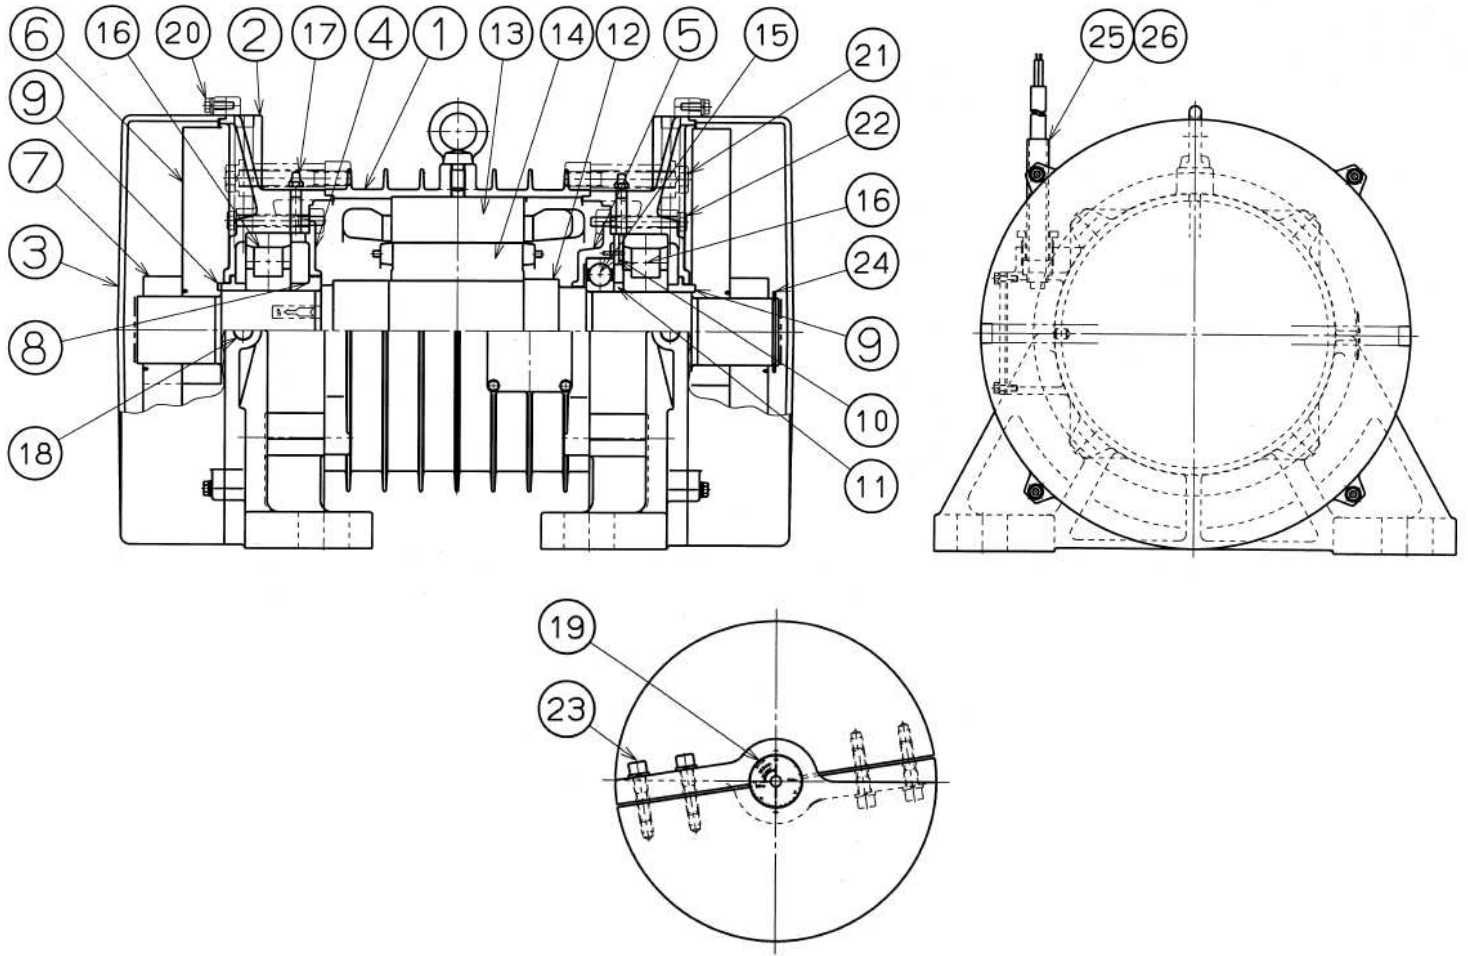

図 8 RV-186-1
- (c) 21:6 角ボルトを外し、2:ブラケットを両側へ抜きます。図 8 にて右側はロータ Assy、
(交換要領 : 給油、排油プラグの位置は図 8 を参照ください)